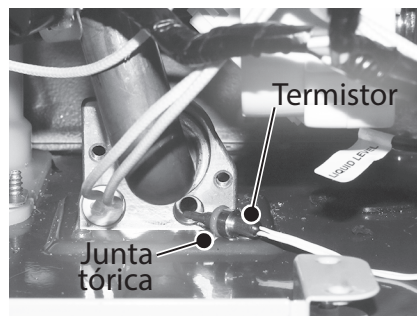

Figura 74 - Ubicación de la junta tórica del termistor
- 18** Ubique el nuevo termistor y la junta tórica que se incluyen con el kit. Instale la junta tórica en el termistor. Consulte la Figura 74.